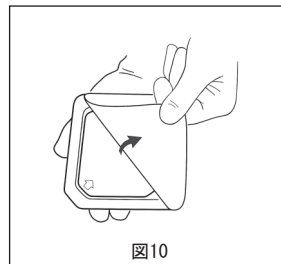

図10
3. 清潔野の近くで、外側のトレイの底を持ち、外側のトレイから蓋をはがします（図10）。